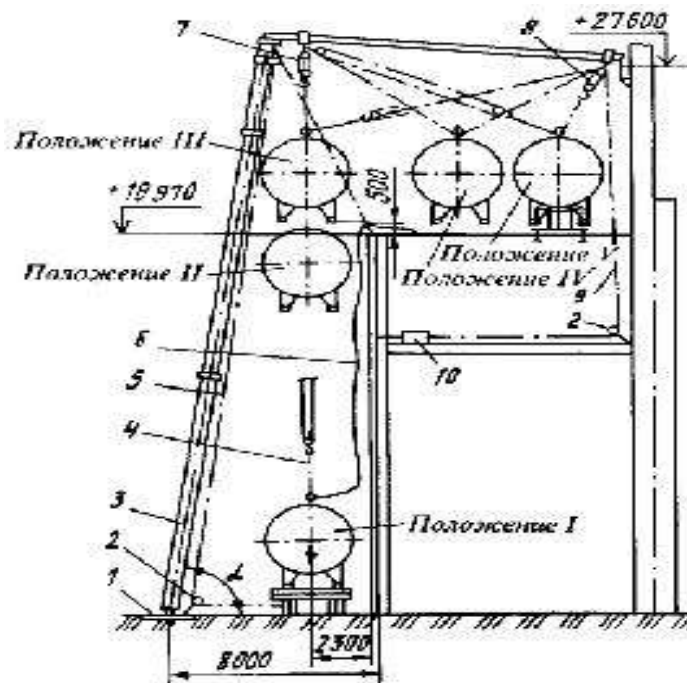

Рисунок 1.11 - Г-образный присенный подъемник грузоподъемностью 20...30т
Для подъема грузов большой массы в условиях, когда невозможно применение кранов и лебедок, используют Г-образные присенные подъемники (рисунок 1.11). Шевр из трубы Ж 300 мм. толщиной стенки 8 мм опирается ригелем из балки № 36 на упор в колонне здания. При помощи полиспаста (7) грузоподъемностью 20 т груз поднимают на отметку +19.5 и с помощью полиспаста (8), работающего на оттяжке, постепенно перемещают в проектное положение. Почти всю нагрузку принимают опоры шевра и опорный ригель, работающий на сжатие и продольный изгиб.